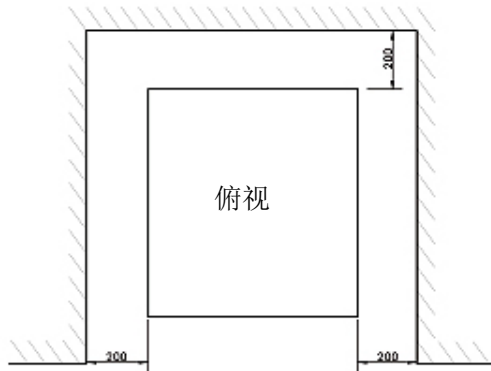

图 10
• 机器周边与墙壁或其它物品的距离应保持 200mm 以上的间距，机器的通风孔应保持畅通。（见图 10）